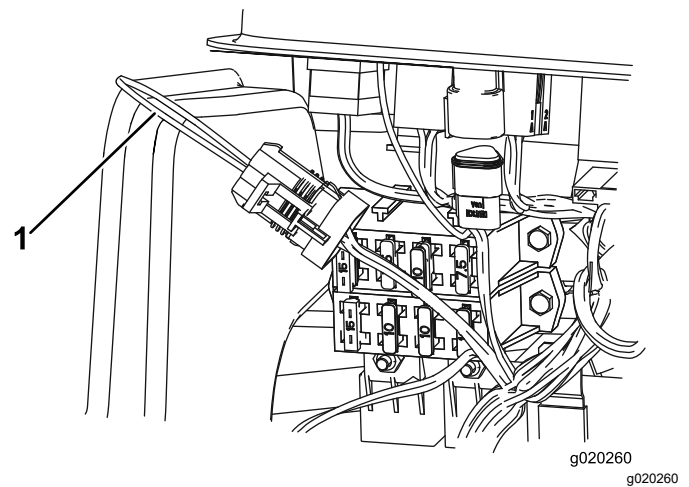

Figure 36
3. Localisez le faisceau de câblage et le connecteur de bouclage (Figure 36).